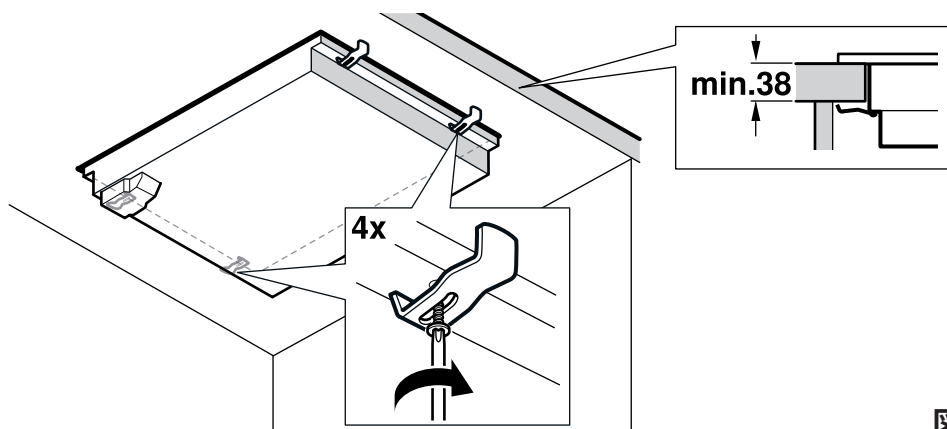

図 3
2. 付属の固定金具を図の位置に取り付け、機器と天板を固定します。(図 3)